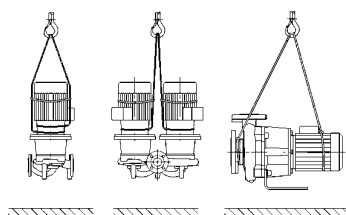

Fig. 4: Anschlagen der Pumpe
- Die Transportösen am Motor dienen dabei nur zur Führung bei Lastaufnahme (Fig. 4).